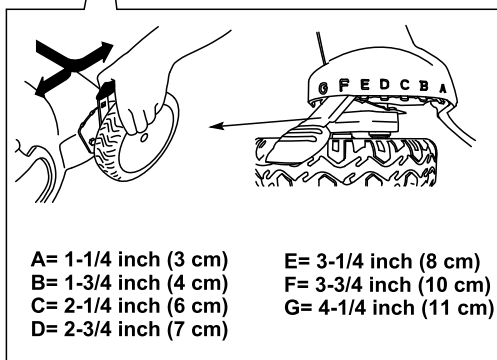

Figure 13
**Remarque:** Pour élever le plateau de coupe, déplacez les 4 leviers de hauteur de coupe en avant ; pour abaisser le plateau, ramenez les leviers en arrière (Figure 13).